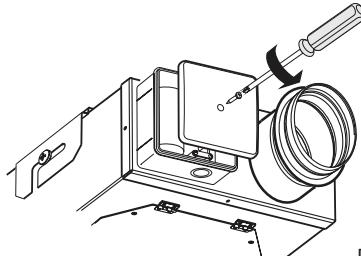

Fig. 15
1. Retirar la tapa de la caja de terminales (Fig. 15).